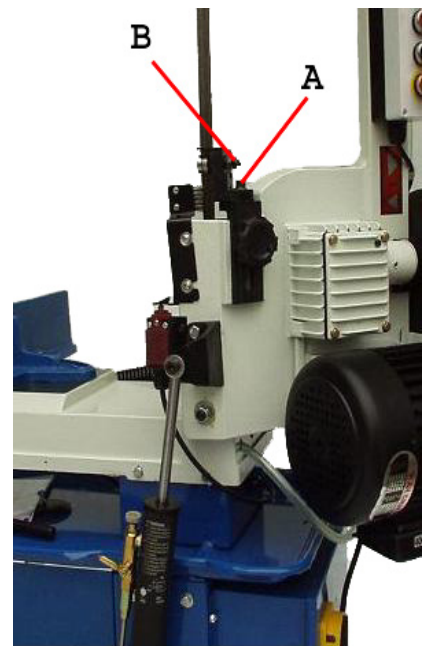

Abb. 14
3. Schraube (A, Abb. 14) lockern und den Arm der Führung nachstellen, sodass das hintere Rollenlager ca. 0,08-0,12mm von der Hinterseite des Sägeblattes entfernt ist.